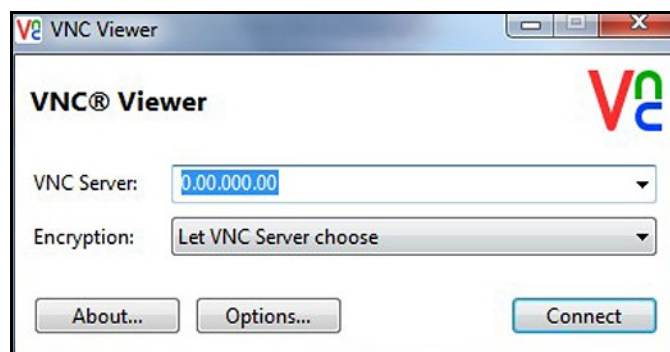

Figura 74: Pantalla de VNC Viewer
5. En el **PC**, acceda al sitio Web de **RealVNC** y descargue el software *VNC Viewer*. Inicie *VNC Viewer* e introduzca la *Dirección IP* anotada cuando se le pida (consulte la *Figura 74*). Haga clic en el botón **Conectar**.